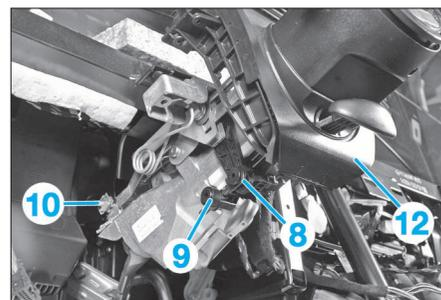

FIG. 5
- Faire pivoter la manette (8) (Fig.5) vers l'avant jusqu'à ce qu'elle s'enclenche sur la poignée (9).
- Séparer la poignée (8) de la colonne direction en tirant la poignée vers le bas.
- la vis (10) du réglage de la colonne de direction.
- Déposer l'habillage (12) (Fig.5).